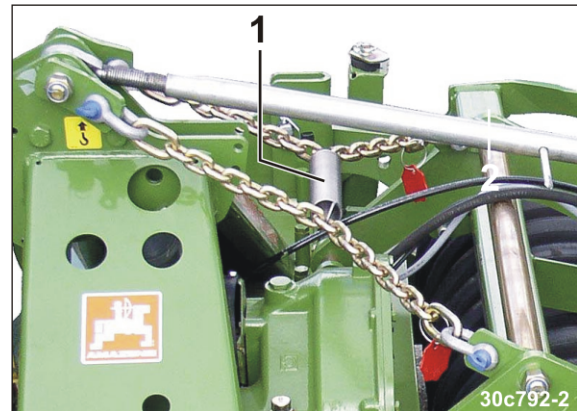

Рис. 80
6. Соедините цепи натяжной пружиной (Рис. 80/1). В ненатянтом состоянии цепи не должны касаться бункера почвообрабатывающей машины.